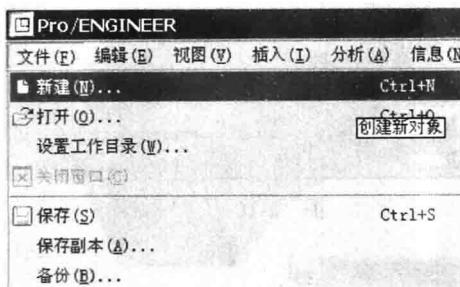
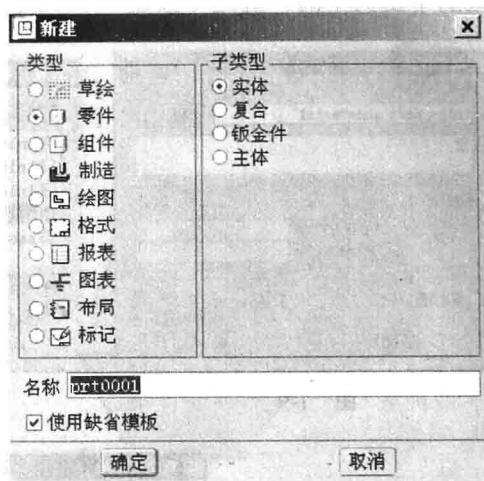

图 1-5
图 1-6
(2) 新建文件，其途径有下列 3 种方法，读者可任选一种：
- ◆ 在主窗口下单击菜单“文件 → 新建”命令（如图 1-5 所示），弹出如图 1-6 所示的“新建”对话框。
- ◆ 在主窗口下直接按 **Ctrl+N** 快捷键，弹出如图 1-6 所示的“新建”对话框。
- ◆ 直接单击“新建”快捷图标 ，弹出如图 1-6 所示的“新建”对话框。